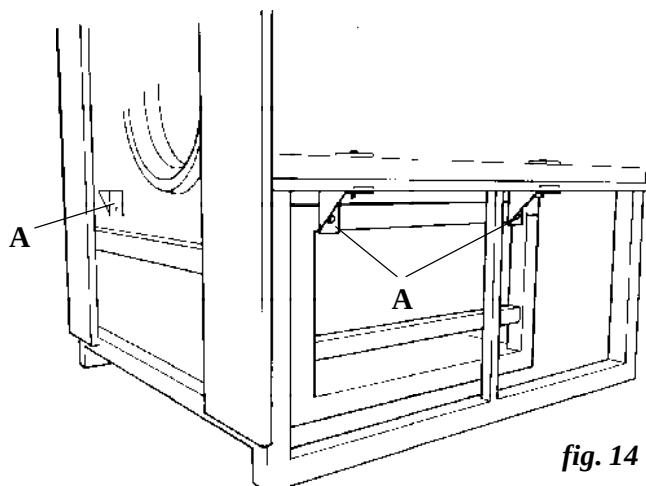

fig. 14
- Locate the four yellow fixing braces (**fig. 14/A**) and dismantle. To prevent the floating section movement during transit, the 8 holding screws are firmly tightened. Provide suitable tools.
- Localizar los cuatro ángulos de fijación de color amarillo (**fig. 14/A**) y desmontarlos. Para evitar el desplazamiento del chasis flotante durante el transporte, los 8 tornillos de fijación están fuertemente apretados. Proveerse de llaves adecuadas.
- Localiser les quatre angles de fixation jaunes (**fig. 14/A**) et les démonter. Pour éviter le déplacement du châssis suspendu durant le transport, les 8 vis de fixation sont fortement serrés. Prévoir des clés appropriés.